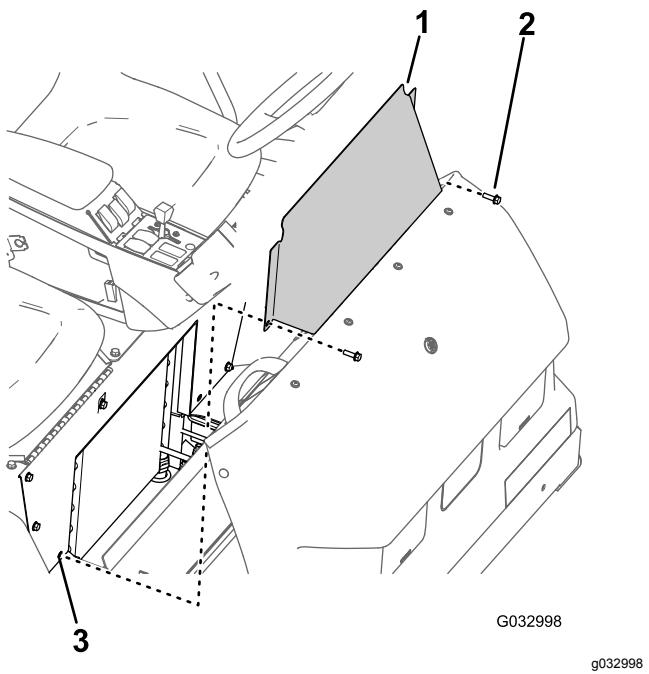

Bild 60
1. Entfernen Sie die zwei Bundkopfschrauben, mit denen die Abdeckplatte am Sitzunterteil befestigt ist (Bild 60).
2. Nehmen Sie die Abdeckplatte am Sitzunterteil von der Maschine ab (Bild 60).
1. Fließen Sie die Löcher in der Abdeckplatte des Sitzunterteils mit den Löchern im Sitzunterteil aus (Bild 60).
2. Befestigen Sie die Abdeckplatte des Sitzunterteils mit den zwei Bundkopfschrauben (Bild 60) am Sitzunterteil, die Sie in Schritt 1 in Entfernen der Abdeckplatte am Sitzunterteil \(Seite 55\) entfernt haben.